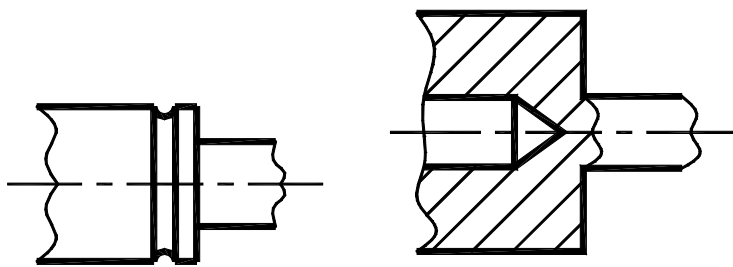

Рис. 13.3 Переходные участки валов
- 4) Удаление мало напряженного материала: выполнение разгрузочных канавок рис. 13.3а и высверливание отверстий в ступенях большего диаметра (рис. 13.3б).